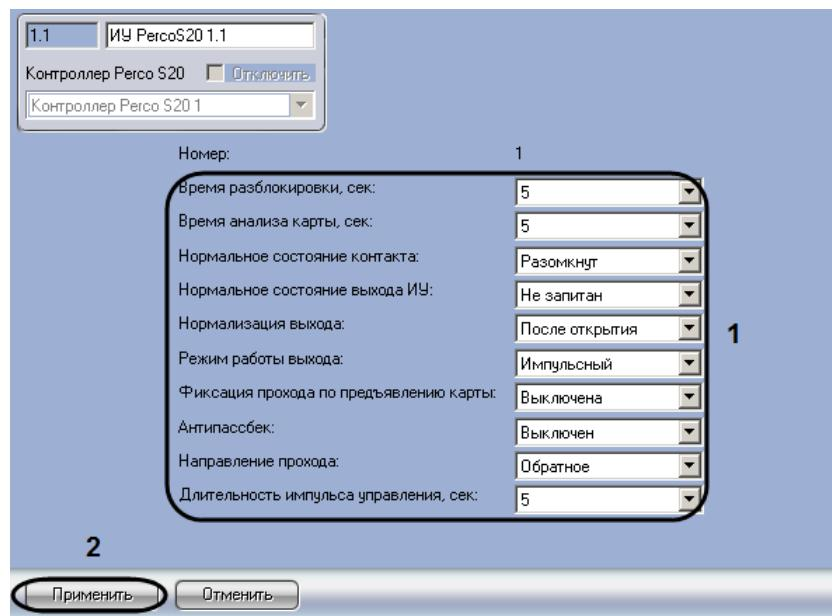

Рис. 3.3—5 Настройка исполнительного устройства
- Задать параметры исполнительного устройства (см. Рис. 3.3—5, 1, Таб. 3.3—2).